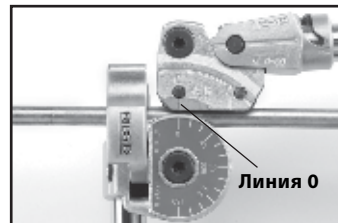

Рис. 4
4. Опустите рукоять каретки, так чтобы линия "0" на каретке была совмещена с обозначением 0° на форме (рис. 4).